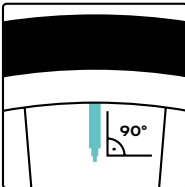

Abb. 6
- Legen Sie den Schlauch vorsichtig ein und richten Sie das Ventil senkrecht aus **(Abb. 6)**.